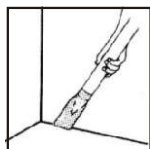

FIGURA 6
7. Acessório para limpeza de carpetes (Figura 6);
- 1.7 Exemplo de uso com bico para cantos (Figura 6);